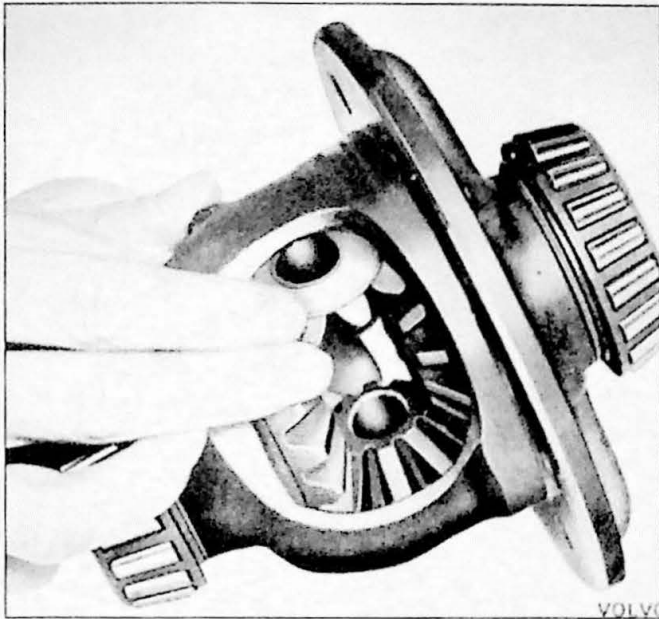

Fig. 9.24. Montage differentieeltandwielen.
1. Leg het grootste differentieelwiel met drukplaatjes in het differentieelhuis. 'Rol' hierna de beide kleinere wielen met de schaalvormige drukplaatjes erin (beide tandwielen tegelijkertijd) (Fig. 9.24).